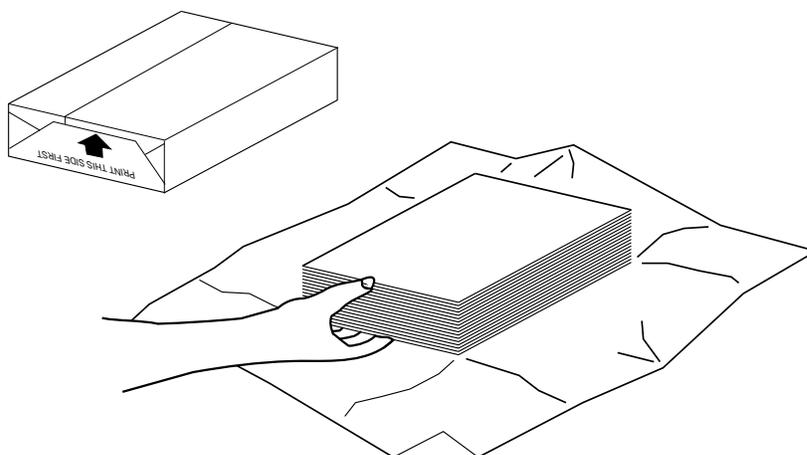

Abbildung 2-67 Papier aus Verpackung entnehmen
1. Halten Sie die Verpackung mit dem Falz nach oben, und entnehmen Sie das Papier (siehe Abbildung 2-67). Lesen Sie die Empfehlung des Herstellers, welche Seite des Papiers zuerst bedruckt werden soll. Die meisten Hersteller verwenden dazu einen Pfeil und die Notiz "Diese Seite zuerst bedrucken".